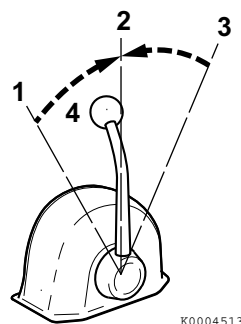

Figure 2
Usare la leva dell'acceleratore (**Figure 2, (4)**) per accelerare e decelerare. Muovere la leva lentamente.
2. Quando si sposta la leva da AVANTI (**Figure 2, (1 o 3)**) a INDIETRO (**Figure 2, (3 o 1)**), portare la frizione su FOLLE (**Figure 2, (2)**) e attendere prima di passare gradualmente alla posizione desiderata. Non cambiare MAI di colpo da AVANTI a INDIETRO o viceversa.